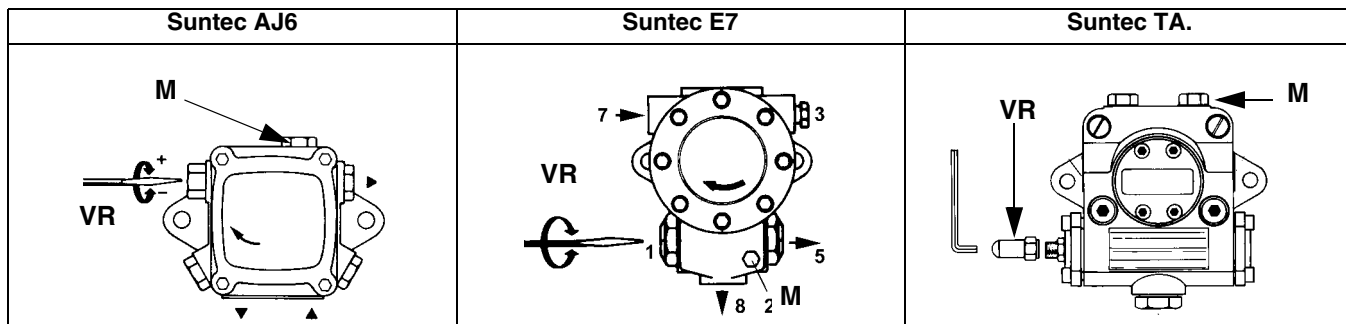
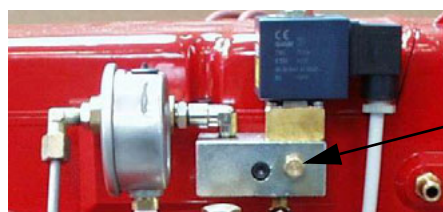

Рис. 37
Рис. 40
- 3 выпустить воздух со штуцера (M) манометра насоса (Рис. 37), расслабив слегка заглушку, но не снимая ее; затем отпустить контактор;
- 3 выпустить воздух со штуцера (**M**) манометра насоса (Рис. 37), расслабив слегка заглушку, но не снимая ее; затем отпустить контактор;
Давление питания форсунки уже отрегулировано заранее на заводе-изготовителе и не должно изменяться. Только в случае необходимости, отрегулировать давление питания (см. соответствующий параграф) следующим образом: установить манометр в положение, указанное на Рис. 40, воздействовать на регулировочный винт **VR** насоса (см. Рис. 37) до получения на форсунке давления в 20бар (форсунки Monarch или форсунки Bergonzo - см. на стр.33-34);